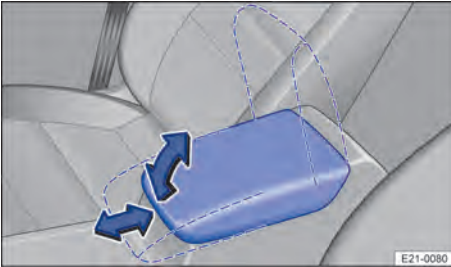

Abb. 80 Zwischen den Vordersitzen: Mittelarmlehne.
1. *Anheben:* Mittelarmlehne in Pfeilrichtung rastenweise nach oben ziehen → Abb. 80.
3. *Einstellen in Längsrichtung:* Mittelarmlehne nach vorn bzw. hinten schieben → Abb. 80.